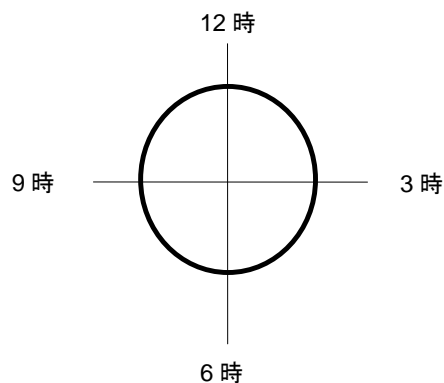

図 1
- カートリッジを少しだけ持ち上げて、T ハンドル挿入工具を使って、ハウジング壁と分離膜コンタクターのエポキシ・シール面の間に 6 時の位置（図 1 を参照）で O リングを押し込みます。